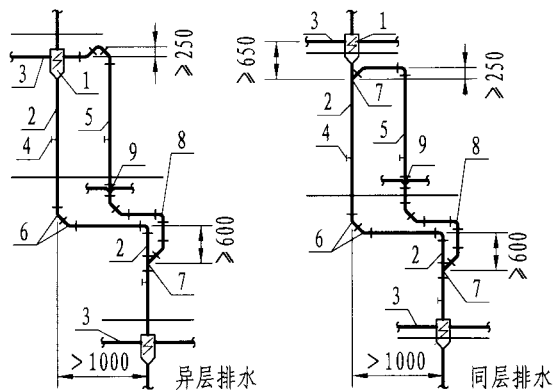

图4 立管偏置距离 $> 1\text{m}$ 时, 辅助通气管设置方式
2) 偏置距离大于1m时,如图4所示在偏置后的立管上部设置辅助通气管。